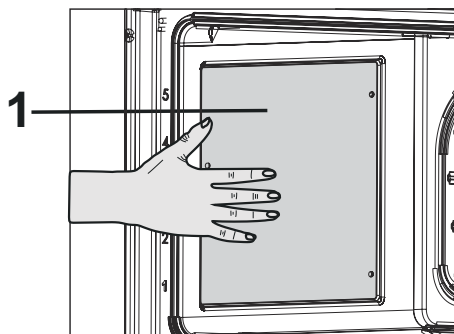

Abb. 31
*Halten Sie die katalytischen Platten mit der Hand fest, um zu verhindern, dass diese auf den Boden des Backofens herunterfallen wenn sie den Rost entfernen (Abb. 31).*